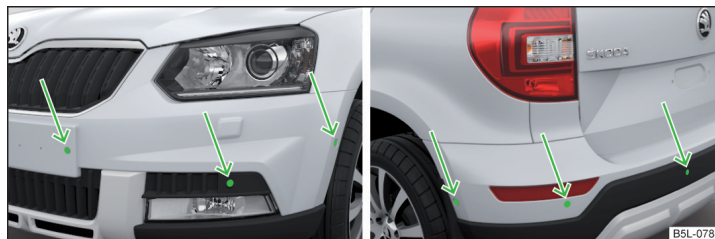

Fig. 133 Lugar de instalación de los sensores del lado izquierdo del vehículo: delantero / trasero
- Mantener los sensores del sistema » fig. 133 de la pág. 120 limpios, libres de nieve y hielo, y no cubrirlos con ningunos objetos, de lo contrario puede estar limitado la función del sistema.
El sistema calcula la distancia entre el parachoques y un obstáculo mediante ondas ultrasónicas. Los sensores ultrasónicos se encuentra según el equipamiento del vehículo en el parachoques trasero y/o también en el delantero » fig. 133.